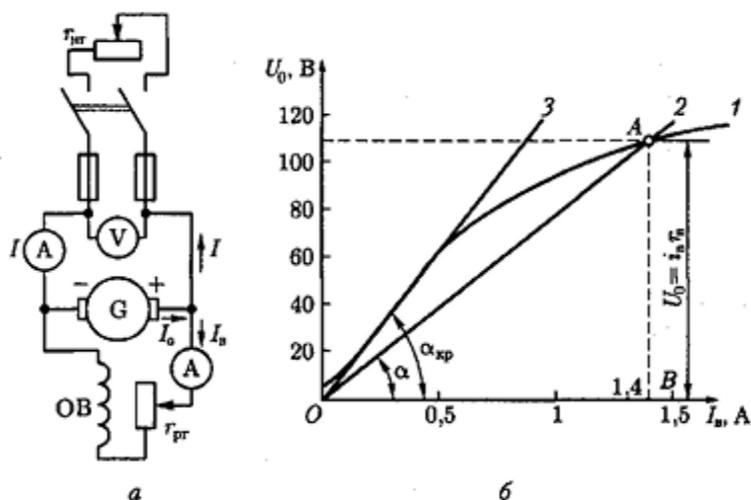

Рис. 28.5. Принципиальная схема (а) и характеристика холостого хода (б) генератора параллельного возбуждения
На рис. 28.5, а показана схема включения генератора параллельного возбуждения, на рис. 28.5, б – характеристика холостого хода генератора (график 1) и зависимость падения напряжения от тока возбуждения $I_b R_b = f(I_b)$ (график 2). Точка пересечения А соответствует окончанию процесса самовозбуждения, так как именно в ней $I_b R_b = U_0$.
ется лишь до критического значения $I_{кр}$, а затем при дальнейшем уменьшении сопротивления нагрузки ток начинает уменьшаться. Наконец, ток нагрузки при коротком замыкании $I_k < I_{кр}$. Дело в том, что с увеличением тока усиливается размагничивание генератора (усиление реакции якоря и уменьшение тока возбуждения), машина переходит в ненасыщенное состояние, при котором даже небольшое уменьшение сопротивления нагрузки вызывает резкое уменьшение ЭДС машины (см. рис. 28.5, б). Так как ток определяется напряжением на выводах генератора U и сопротивлением нагрузки $r_{нг}$, т. е. $I = U/r_{нг}$, то при токах нагрузки $I < I_{кр}$, когда напряжение генератора уменьшается медленнее, чем убывает сопротивление нагрузки, происходит рост тока нагрузки. После того как ток нагрузки I достигнет критического значения $I_{кр}$, дальнейшее уменьшение $r_{нг}$ сопровождается уменьшением тока нагрузки, так как в этом случае напряжение U убывает быстрее, чем уменьшается сопротивление нагрузки $r_{нг}$.
- 2 Рисунок 28.5, а. Принципиальная схема генератора параллельного возбуждения.
- 3 Рисунок 28.5, б. Характеристика холостого хода генератора параллельного возбуждения